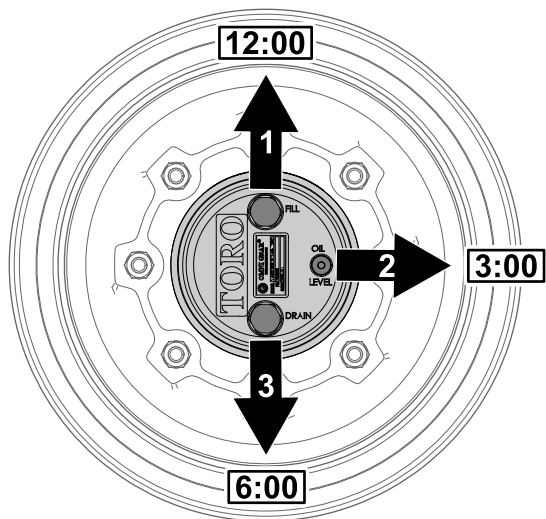

Figura 104
1. Aparque la máquina en una superficie nivelada y coloque la rueda de modo que el tapón de llenado se encuentre en la posición de las 12, el tapón de verificación en la posición de las 3 y el tapón de vaciado en la posición de las 6 (Figura 104).
2. Retire el tapón de verificación en la posición de las 3 (Figura 104).
1. Aparque la máquina en una superficie nivelada, coloque la rueda de modo que el tapón de llenado se encuentre en la posición de las 12, el tapón de verificación en la posición de las 3 y el tapón de vaciado en la posición de las 6; consulte Figura 104 en Comprobación del lubricante de la transmisión planetaria \(página 76\).